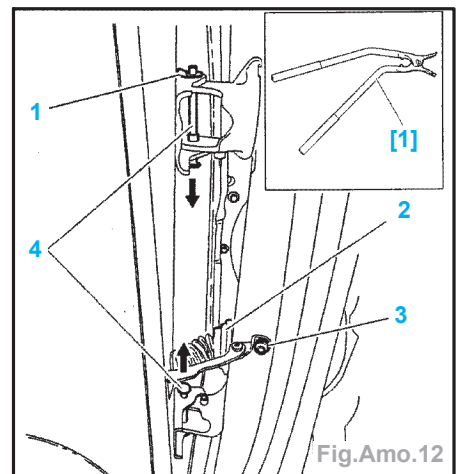

Fig.Amo.12
- Déposer le clip (1) et la vis (3) (Fig.Amo.12).